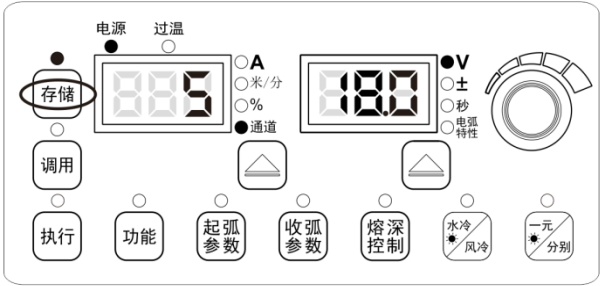

图 3-16 存储设置界面
2. 用面板旋钮选择通道号（0~49），按**执行**键确认，如图 3-16 所示。
4. 用面板旋钮选择存储通道号（0~49），按**执行**键确认，如图 3-16 所示。